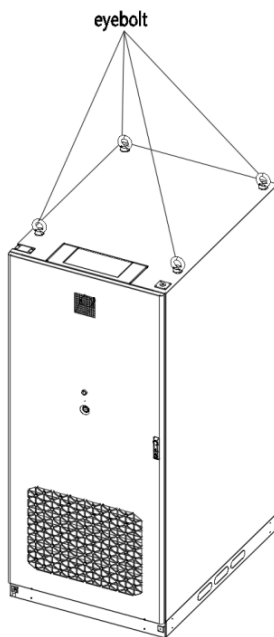

Figura 4-5 Diagrama de instalación de las anillas de elevación del armario de almacenamiento de energía
4. Enrosque las anillas M24 en sus puntos de instalación y compruebe que estén completamente apretadas, como se muestra en la Figura 4-5. El mismo procedimiento se aplica al armario combinador.